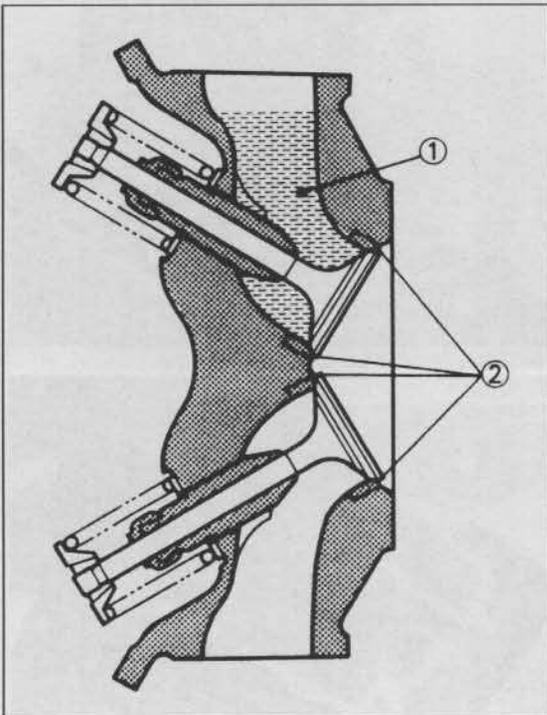

Bild 138 ▶
- Ventilschäfte mit Öl benetzen und in Führungen schieben. Neue Ventilschaftdichtringe (7 Bild 138) ölbenetzt von Hand aufdrücken.